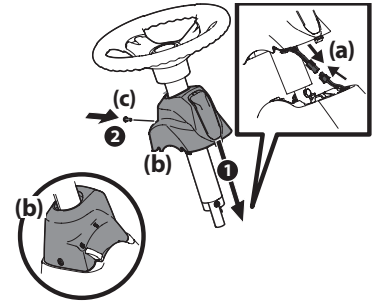

Figure 3
6. Retirez la vis à tête cylindrique installée à l'usine du couvercle de colonne situé sur la console de direction de la tondeuse à siège. Conservez la vis pour utilisation ultérieure. Voir Figure 3.
7. Branchez les cosses de câble du phare (a). Glissez le couvercle (a) vers le bas sur la tondeuse à siège, puis tournez doucement le couvercle vers la droite pour le faire enclencher en place. Fixez le couvercle (a) en place avec la vis retirée (b) à l'étape précédente. Voir Figure 3.